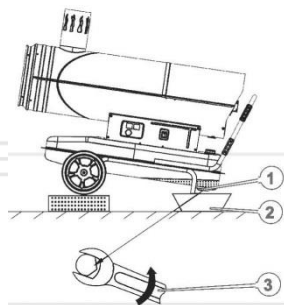

Рисунок 5
1. Встановіть дизельний обігрівач колесами на підвищення та розмістіть під паливним баком ємність (2, рис. 5) для збору залишків дизельного палива (рис. 5).
3. Відкрутіть пробку (1, рис.5) зливного отвору паливного бака.